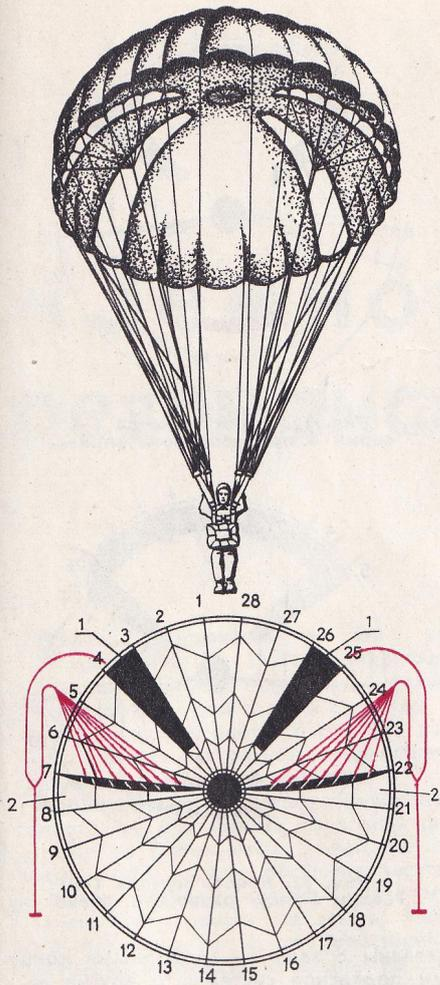

Рис. 5. Парашют Т-4 серии 2.
Т-4 серии 2 (рис. 5). Две радиальные щели (1) в задней части купола через
Т-4 серии 3. Предназначен для спортсменов легкого веса (до  $60 \text{ кг}$ ). По конструкции и способу управления он полностью аналогичен парашюту Т-4 серии 2 (рис. 5), отличаясь от него только меньшими размерами купола и других составных частей. Площадь его купола —  $58 \text{ м}^2$ , длина строп —  $6,5 \text{ м}$ , длина чехла —  $3,6 \text{ м}$ .